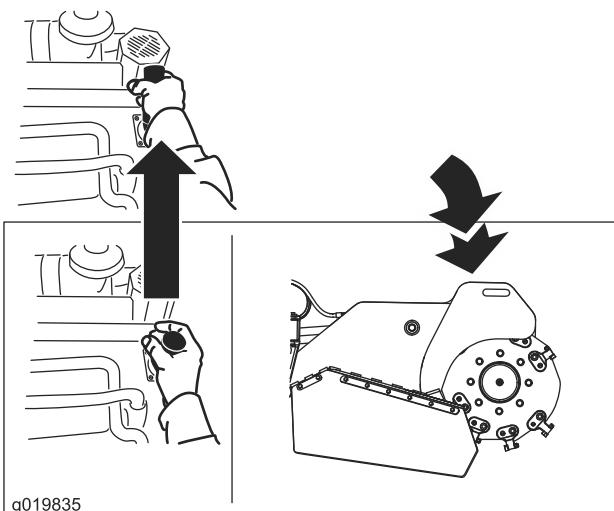

Figura 15
- Per abbassare la trinciatrice, spingete in avanti la leva (Figura 15).